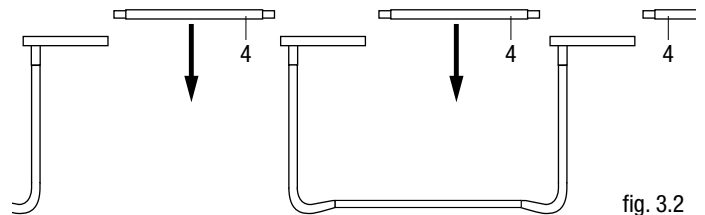

fig. 3.2
- Insira agora os outros tubos da estrutura (4) nos espaços intermédios entre os suportes verticais (6), encaixando-os uns nos outros. (Fig. 3.2) Antes de encaixar o último tubo da estrutura, deve soltar um ou dois suportes. Assim, o último tubo será mais fácil de encaixar.